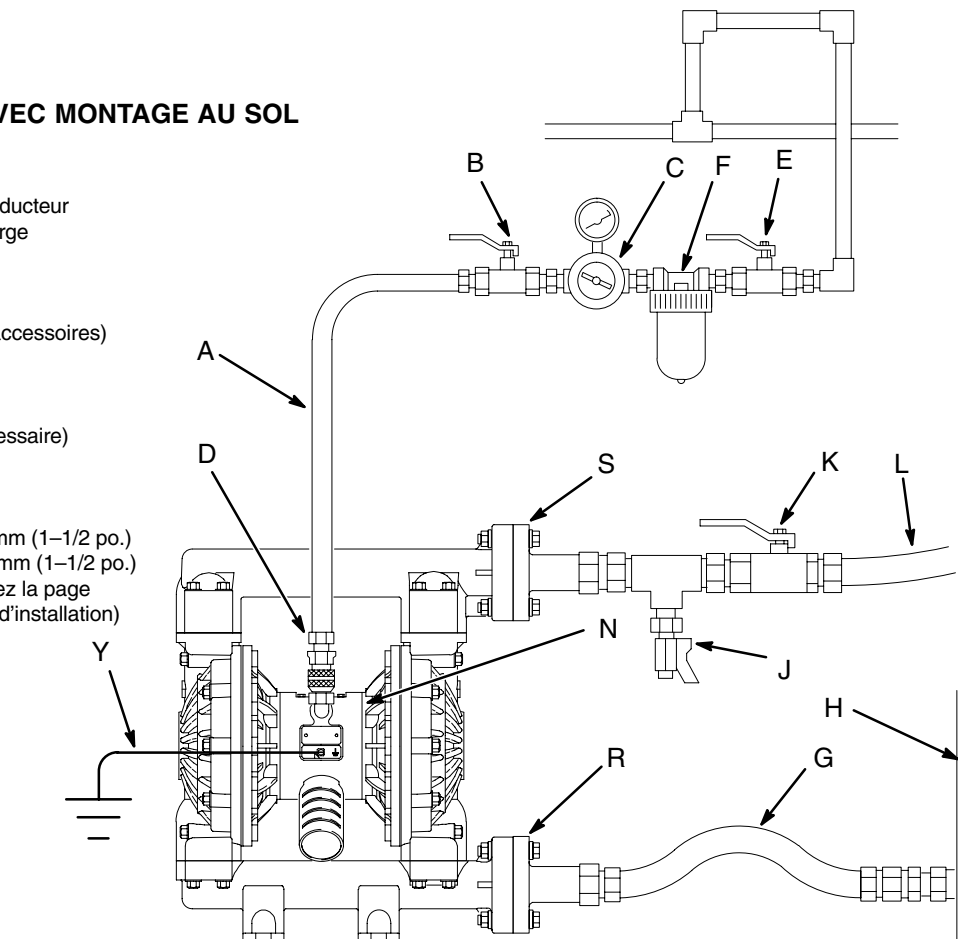

Fig. 2
1. L'installation type illustrée dans la Fig. 2 est une simple indication pour vous aider à choisir et installer les éléments composant le système.
Une vanne d'air principale de type purge (B) est nécessaire dans votre système afin de libérer l'air emprisonné entre cette vanne et la pompe. Cet air prisonnier peut provoquer le fonctionnement inattendu de la pompe, provoquant ainsi des blessures graves, y compris des projections dans les yeux ou sur la peau, des blessures dues à des pièces en mouvement ou une intoxication due aux produits dangereux. Consultez la Fig. 2.
1. Installez les accessoires de la conduite d'air comme indiqué dans la Fig. 2. Fixez ces accessoires au mur ou sur un support. Assurez-vous que la conduite d'air qui alimente les accessoires est conductrice.
- a. Installez un régulateur d'air (C) et un manomètre afin de contrôler la pression du fluide. La pression de sortie du fluide sera identique au paramètre du régulateur d'air.
- b. Localisez une vanne d'air principale de type purge (B) à proximité de la pompe et utilisez-la pour relâcher l'air emprisonné. Consultez la section **Avertissement** à gauche. Localisez l'autre vanne d'air principale (E) en amont de tous les accessoires de la conduite d'air et utilisez-la pour les isoler pendant les opérations de nettoyage et de réparation.
- c. Le filtre de la conduite d'air (F) élimine les saletés et l'humidité néfastes de l'alimentation en air comprimé.
2. Installez un flexible d'air conducteur (A) entre les accessoires et l'entrée en 1/2 npt(f) (N) de la pompe d'air. Consultez la Fig. 2. Utilisez un flexible d'air d'un diamètre intérieur de 13 mm minimum.
3. Vissez un coupleur rapide de conduite d'air (D) sur l'extrémité du flexible d'air (A) ; assurez-vous que les orifices du coupleur sont assez larges pour ne pas limiter le débit d'air, ce qui affecterait les performances de la pompe. Vissez fermement le raccord d'accouplement dans l'entrée d'air de la pompe. Ne branchez pas le coupleur (D) sur le raccord tant que vous n'êtes pas prêt à faire fonctionner la pompe.
LÉGENDE DE LA FIG. 2
Une vanne de purge de fluide (J) est nécessaire pour relâcher la pression dans le flexible s'il est bouché. La vanne de vidange réduit le risque de blessure sérieuse, y compris par projection dans les yeux ou sur la peau, ou par intoxication par des produits dangereux, lors de la décompression. Installez la vanne à proximité de la sortie de fluide de la pompe. Consultez la Fig. 2.
1. La sortie de fluide de la pompe (S) est équipée d'une bride à face surélevée de 38,1 mm (1-1/2 po.). Reportez-vous à la section **Raccordements des brides**, page 8.
2. Installez une vanne de vidange de fluide (J) à proximité de la sortie de fluide. Consultez l'**avertissement** ci-dessus.
3. Installez une vanne d'arrêt (K) sur la conduite de sortie du fluide.